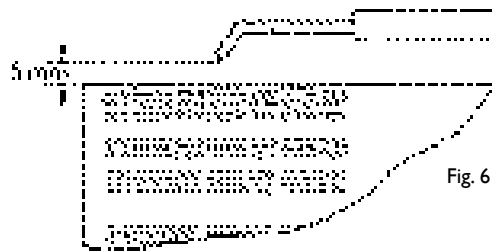

Fig. 6
- Contrôler la position de l'électrode d'allumage (Fig. 6).